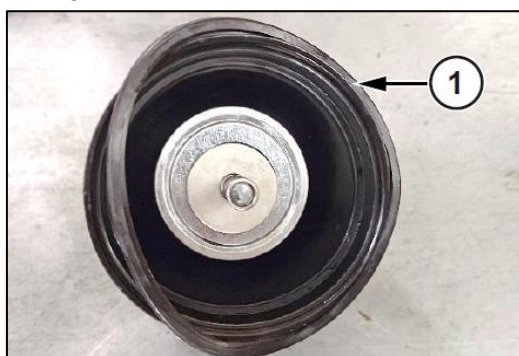

Fig. 311 : RETIRER LE JOINT
6. Retirer le joint (1) sur la Fig. 311 du corps du réservoir